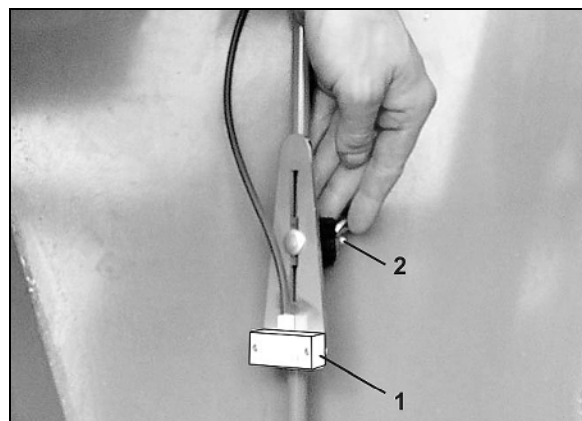

Рис. 93
3. Открутите гайку-барашек (Рис. 93/2).
4. Установите высоту датчика уровня (Рис. 93/1) в соответствии с необходимым остаточным количеством посевного материала.
5. Затяните гайку-барашек (Рис. 93/2).
Монтаж датчика уровня выполняйте как показано на рисунке (Рис. 93)!